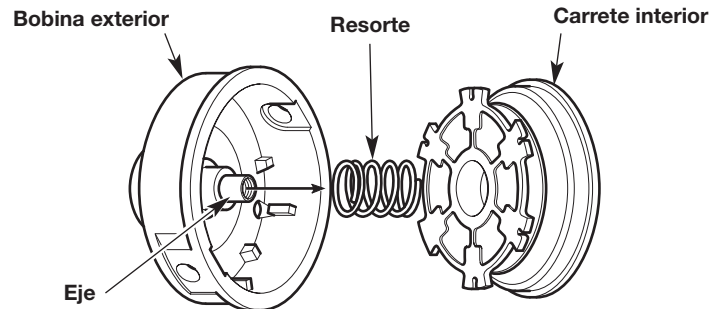

Fig. 17
3. Retire el carretel interior de la bobina exterior (Fig. 17).
4. Retire el resorte del carretel interior (Fig. 17).